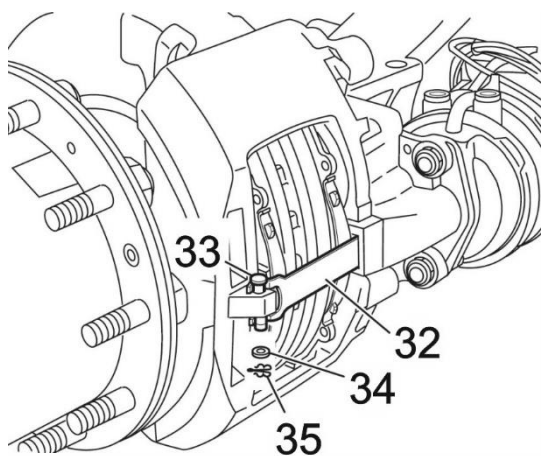

**Рис. 12.17 Снятие зажимной скобы колодок**
2. Вынуть пружинный шплинт 35 (рис. 12.17) и снять шайбу 34. Отжать зажимную скобу 32 при помощи отвертки и вынуть палец 33.
7. Вставить зажимную скобу тормозной колодки 32 (см. рис. 12.17) в углубление подвижной скобы, затем прижать ее вниз и установить палец 33. На палец надеть шайбу и пружинный шплинт 35. Рекомендуется применять только новые детали.